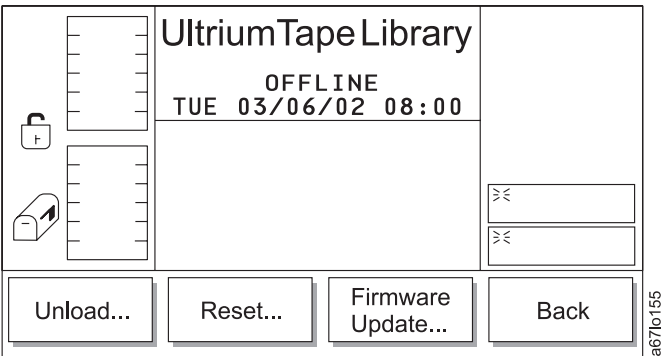

Abbildung 132. Laufwerkuntermenü
Tabelle 81. Übersetzung von Abb. 132, Laufwerkuntermenü
- Wird **Cancel** ausgewählt, erscheint das Laufwerkuntermenü (siehe Abb. 132 auf Seite 148).